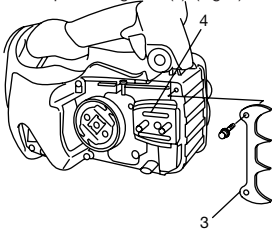

Fig. 2
\* En caso de instalar el empujador dentado (3): quite primero la placa de guía A (4) e instale con dos tornillos el empujador dentado (3) (si está equipado) a la unidad y a continuación vuelva a colocar la placa de guía A (4). (Fig. 2)